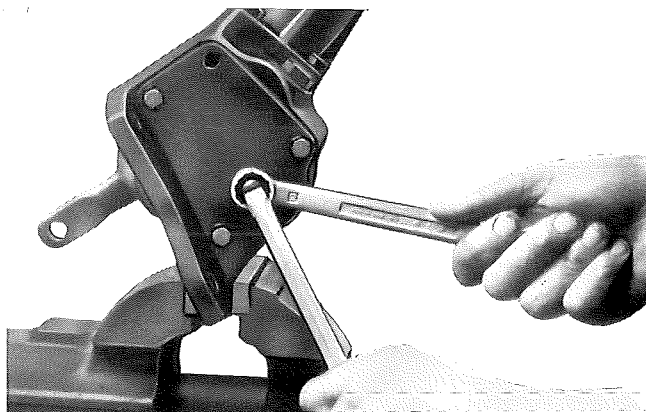

Fig. 143 - Réglage du jeu entre la came et la vis sans fin.
- Contrôler l'absence de jeu entre la vis sans fin et la came; dans le cas contraire procéder au réglage, en agissant sur la vis à entailles prévue à cet effet (Fig. 143).